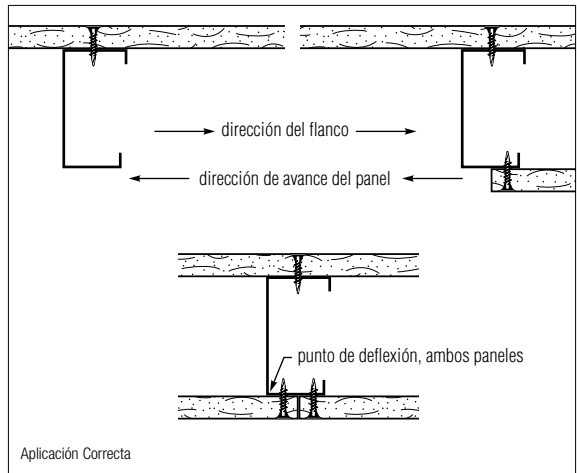

Fig. 13
**Prevención:** Instale los postes metálicos con todos los flancos apuntando en la misma dirección. Luego instale los paneles, avanzando en la dirección opuesta a la dirección del flanco (Fig. 13).